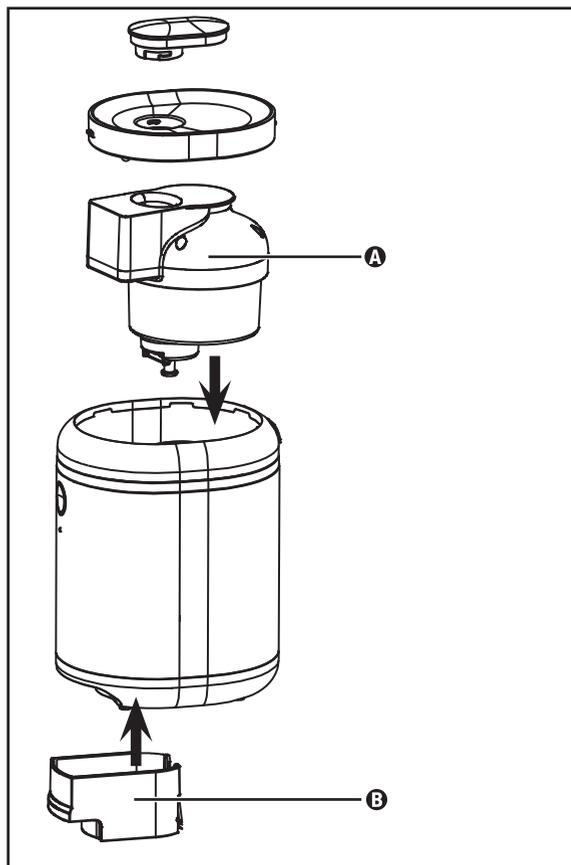

Fig. 4
- Démontez l'appareil pour bien le nettoyer (voir fig. 4) :
- Retirez l'obturateur d'orifice de remplissage ⑩.
- Appuyez sur le déverrouillage du couvercle ①.
- Retirez le couvercle du boîtier ⑨ en plaçant un doigt dans l'orifice de remplissage ⑧.
- Retirez l'unité moteur A du boîtier ④.
- Retournez le boîtier ④ et appuyez sur le déverrouillage de l'unité de sortie ⑤. Vous pouvez alors sortir l'unité de sortie B avec l'orifice de sortie ⑥.